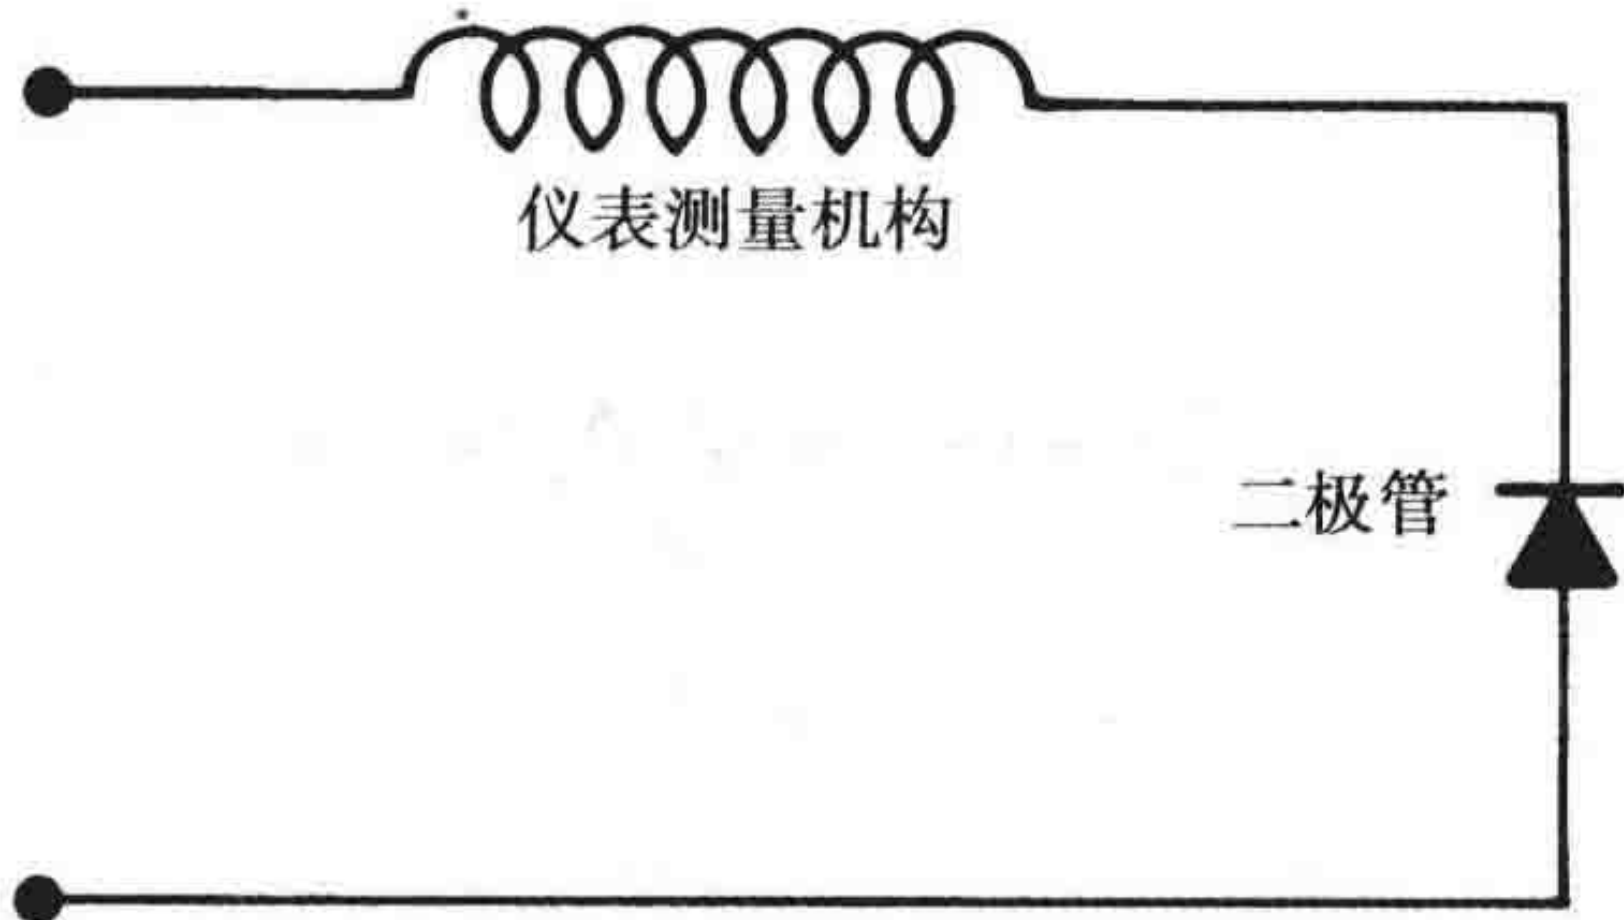

图 I-17 交流仪表测量机构可通过在直流仪表测量机构中增加一个二极管来实现
- **交流电流表** 如果要用直流仪表测量机构测量交流，那么需要在电路（仪表电路）中插入整流器将交流转换成直流，否则，交流电流会使仪表上的指针快速摆动。这种摆动意味着指针从零刻度开始偏转很少或没有偏转（见图 I-17）。